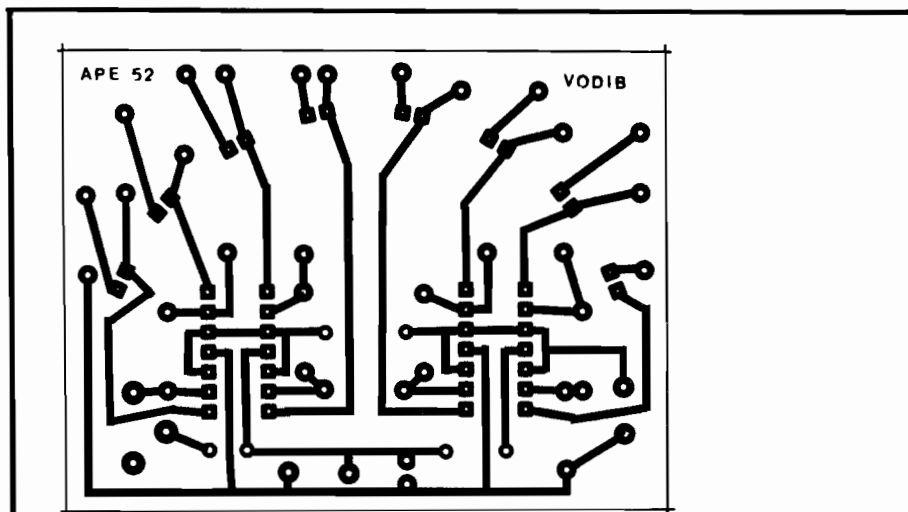

Fig. 2
- FIG. 2 - LAY OUT DO CIRCUITO IMPRESSO ESPECÍFICO - Sem grandes "segredos" ou problemas de desenho, o padrão cobreado é simples e direto... Apenas recomendamos que o Leitor/Hobbysta respeite os posicionamentos, afastamentos e dimensões de ilhas e pistas, já que o próprio **dis-**